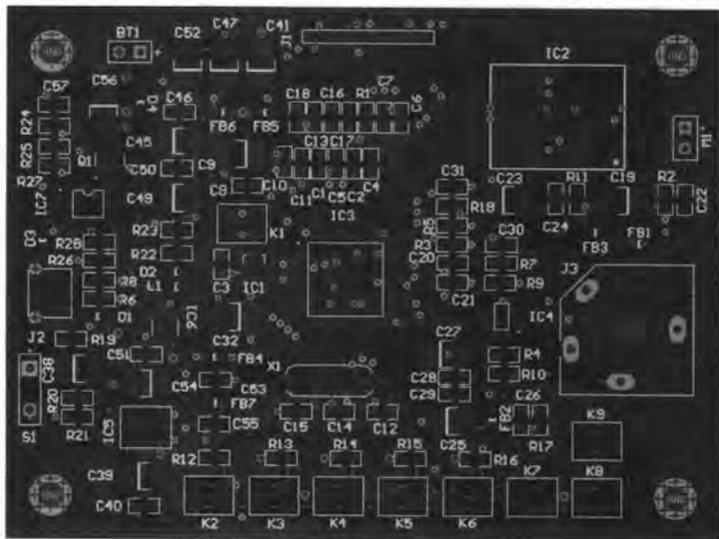

图 9-121 敷铜后的 PCB
- [8] 同样的设置，完成对底层（Bottom Layer）的敷铜，敷铜后的 PCB 如图 9-121 所示。